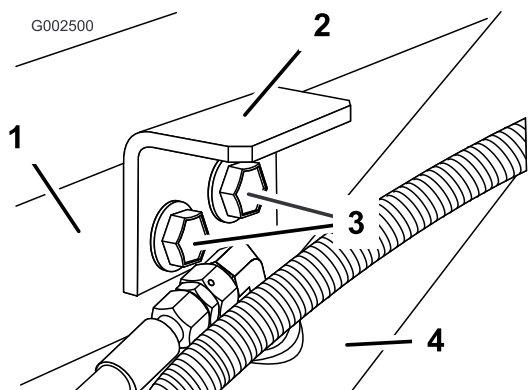

図 18
- 3. 取り外したボルトナット（各2）を使って、固定ブラケットを取り付ける（図 18）。